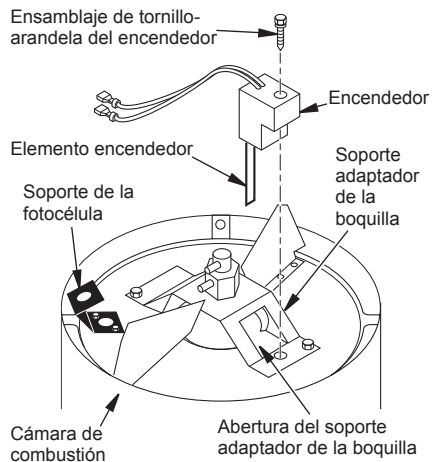
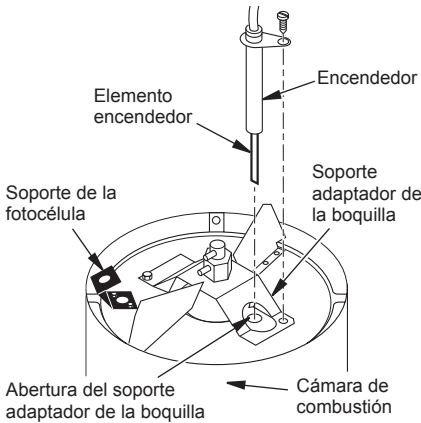

Figura 15 - Reemplazo del encendedor HA1000
Figura 16 - Reemplazo del encendedor HA1100
6. Desmonte la cámara de combustión. Coloque la cámara de combustión sobre un lado, con el lado del soporte adaptador de la boquilla hacia arriba (consulte la figura 15).
9. Guíe cuidadosamente el encendedor al interior de la abertura en el soporte adaptador de la boquilla. No golpee el elemento encendedor. Fije el encendedor al soporte adaptador de la boquilla con un tornillo usando un destornillador para tuercas de 1/4" para modelos que usan encendedor tipo HA1000 (consulte la figura 15) o bien use un destornillador para tuercas de 5/16" para modelos que usan encendedor tipo HA1100 (consulte la figura 16). Apriete de 0.90 a 1.69 N-m (8 a 15 pulg.-lb). No apriete demasiado.